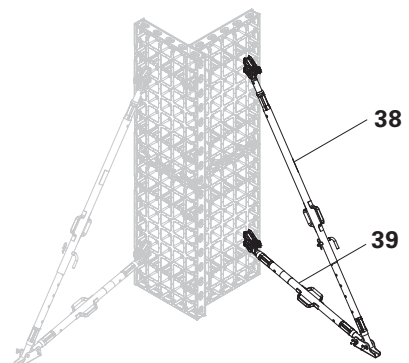

Fig. C1.07
7. Monter l'étais de réglage et la contre-flèche sur la fixation d'étais. Monter l'étais de réglage et la contre-flèche sur la platine de pied, fixer la platine de pied à l'aide de la vis d'ancrage. (Fig. C1.07)